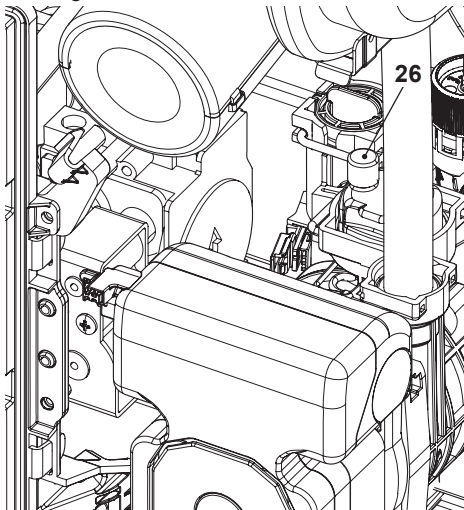

Figura 9.10
- Per facilitare lo svuotamento, svitare il tappo 26 della valvola di sfiato automatica in Figura 9.10.